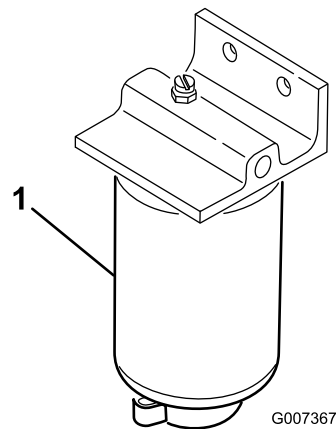

Figure 47
1. Placez un bac de vidange propre sous le filtre à carburant (Figure 47).
2. Nettoyez la surface de montage du filtre (Figure 47).